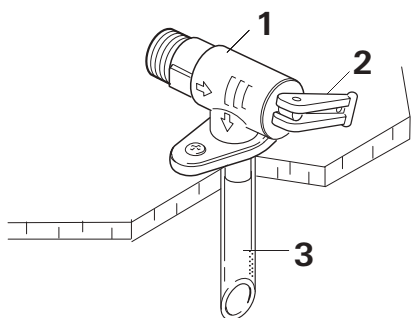
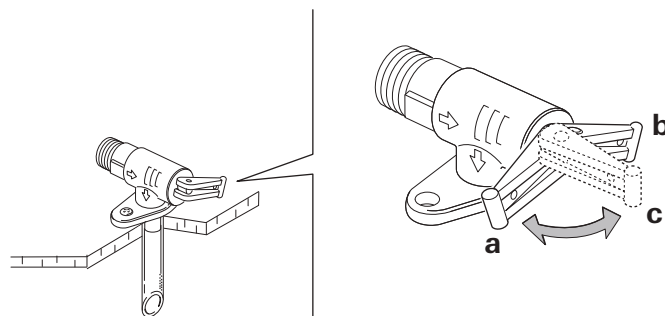

Fig. 5
Fig. 6
La calefacción Combi con calentamiento de agua indirecto suplementario debe instalarse con una válvula de seguridad/purga Truma (Fig. 5) que cumpla con la norma para válvulas de seguridad para sistemas de agua caliente, ANSI Z21.22
AVISO ¡Peligro de daño a la Combi y al VR debido a un manguito de purga obstruido! El manguito de purga (Fig. 5 – 3) no debe estar obstaculizado y debe mantenerse libre de obstrucciones como nieve semiderretida, hielo u hojas para garantizar que el agua pueda purgarse adecuadamente. No se aceptarán reclamaciones de garantía por daños en caso de heladas.
- Mueva la palanca de modo que quede en posición de “purga” (Fig. 6 – c). El agua se purgará del depósito de agua caliente a través del manguito de purga (Fig. 5 – 3).
- Mueva la palanca de modo que quede en posición “cerrada” (Fig. 6 – a o 6 – b)